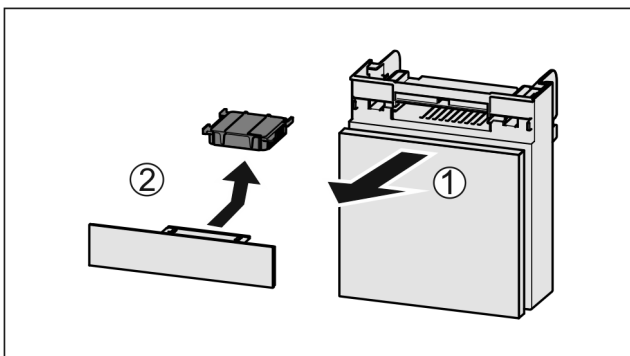

Fig. 155
- ▶ Retire el compartimiento hacia adelante *Fig. 155 (1)*.
- ▶ Retire el filtro de carbón activo *Fig. 155 (2)*.